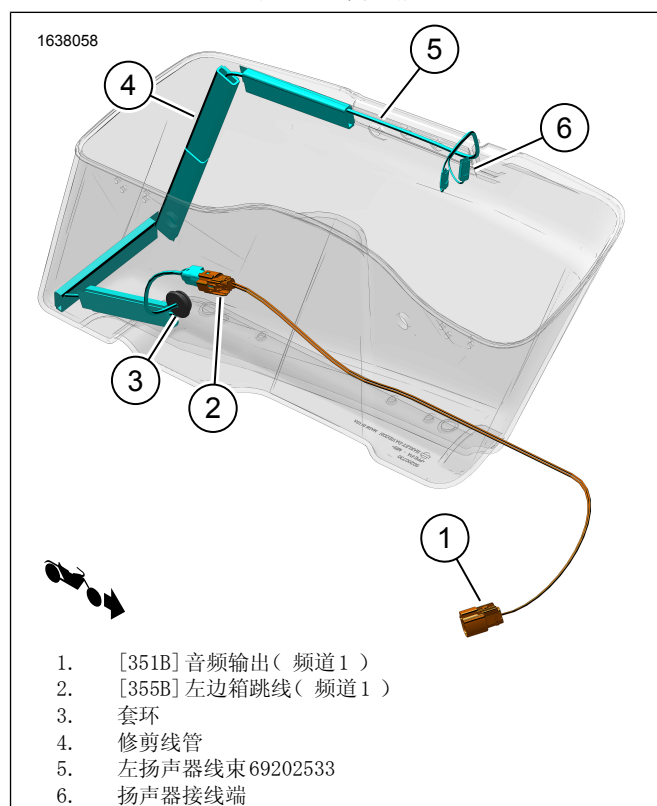
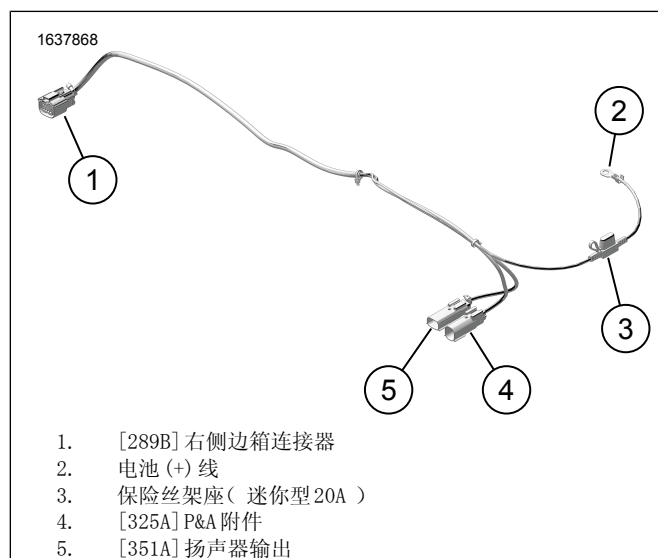
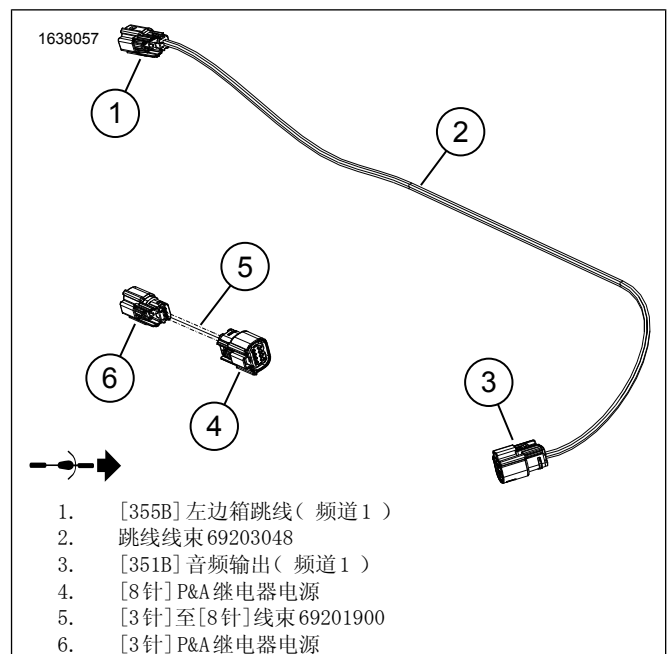

图4。左边箱线束布设
图 15。外部线束 69202870
图 16。跳线线束
12. 参见图4。安装左侧扬声器线束。
- b. 参见图4。按照图示布设线束(5)。
1. 参见图 15。将电池 (+) 电线 (2) 连接到电池 (+) 终端。参见维修手册。
- a. 参见图 15。将 [325A] (4) 布设至车辆车架左侧。
- b. 参见图 16。连接跳线线束 (5) 的 [3-针] (6) 至外部线束 69202870 的 [325A] (4)。参见图 15。
- c. 参见图 16。将跳线线束 (5) 的 [8-针] (4) 连接至 P&A 连接器 [4]。位于左侧盖区域下方。
- a. 沿车辆车架右侧布设 [325A] (4)。
- b. 参见图 15。将 [325A] 连接到 P&A 连接器 [325B]。位于右侧盖区域下方。
4. 参见图 15。将外部线束的 [289B] (1) 分支沿车架和挡板支柱支架布设。使用线缆扎带将线束固定到锚点，不要过紧。不要紧固线缆扎带。
8. 参见图 16。布设和安装跳线线束 69203048 (2)。
- a. 参见图 16。连接跳线线束 (2) 的 [355B] (1) 至左侧边箱扬声器线束 (5)。参见图 4。
- c. 参见图 16。将跳线线束 69203048 (2) 上的 [351B] (3) 布设至外部线束 69202870 上的 [351A] (5)。参见图 15。
10. 参见图 1。将 20 安培保险丝 (18) 安装入外部线束保险丝架座 (3)。参见图 15。
- a. 将 [360LA] 连接到左侧 (L)。
- b. 将 [360RA] 连接到右侧 (R)。
4. 参见图 15。连接至 [351A] (5)。